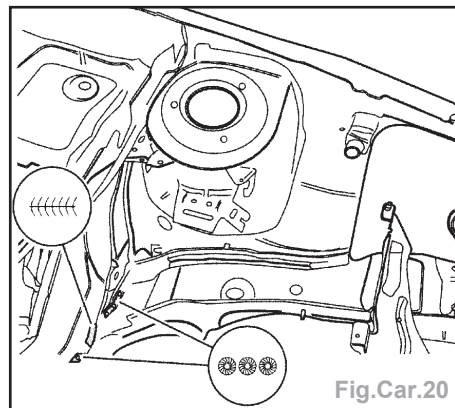

Fig.Car.20
- Souder par points sous atmosphère gazeuse les points d'assemblage montrés sur la figure et ensuite meuler (Fig.Car.20).